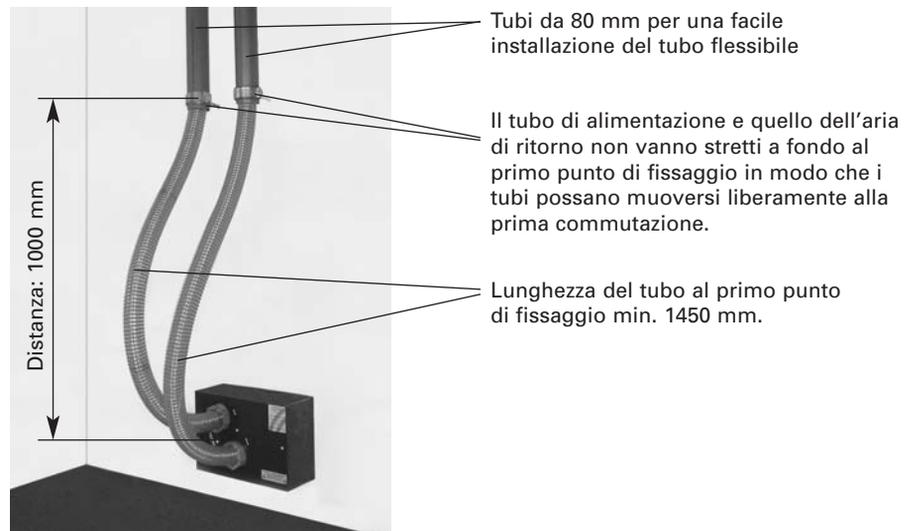

Fig. 11 - Unità di commutazione
- I tubi che si collegano all'unità di commutazione devono essere sufficientemente lunghi per permettere alle sonde anche una pulitura inversa – vedi Fig. 11.
I tubi all'unità di commutazione devono essere sufficientemente lunghi e non fissati solidamente. L'unità di commutazione si gira di 180°. Rispettare assolutamente la distanza e la lunghezza del tubo al primo punto di fissaggio - Fig. 11.